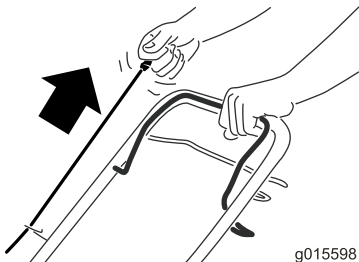

Рисунок 14
2. Потяните пусковую рукоятку с обратным ходом (Рисунок 14).